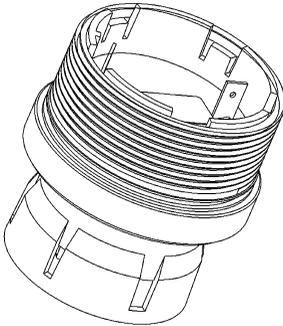

Fig. 14 Sensor y SensorGard
- (1) Desenrosque la unidad del sensor de la parte inferior del monitor de gas de la serie Serie [→ Fig. 14].
- (2) Identifique y obtenga la unidad de sensor necesaria.
- (3) Sustituya la unidad del sensor.